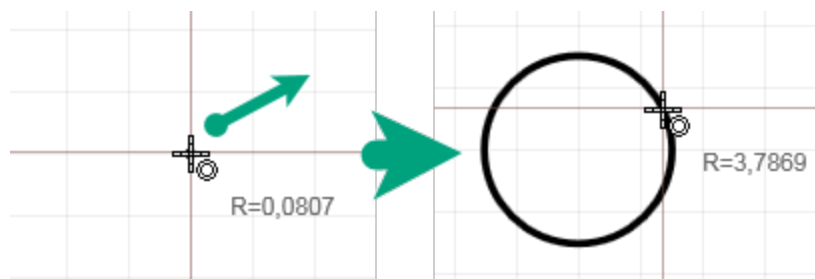

Рис. 385 Фиксация окружности
3. Переместите курсор от центра и зафиксируйте окружность с требуемым радиусом, см. Рис. 385. Окружность будет размещена.